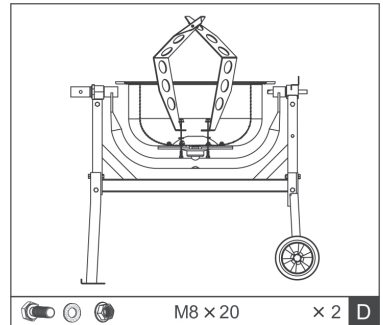

Fig.8
5. Montar las palas mezcladoras. Para ello, coloque las palas mezcladoras en la parte inferior del tambor y móntelas con dos tornillos y tuercas M8x16. Utilice un disco de cuero entre la parte inferior del tambor y las palas. Apretar ligeramente los tornillos (D), fig. 8.